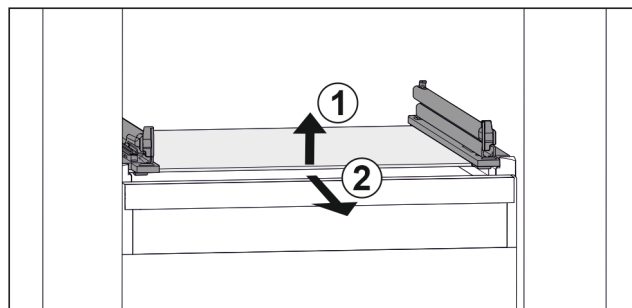

Fig. 133 Przykładowa prezentacja płyty szklanej
- ▶ Unieść płytę szklaną z przodu. Fig. 133 (1)
- ▶ Wyjąć płytę szklaną do przodu. Fig. 133 (2)